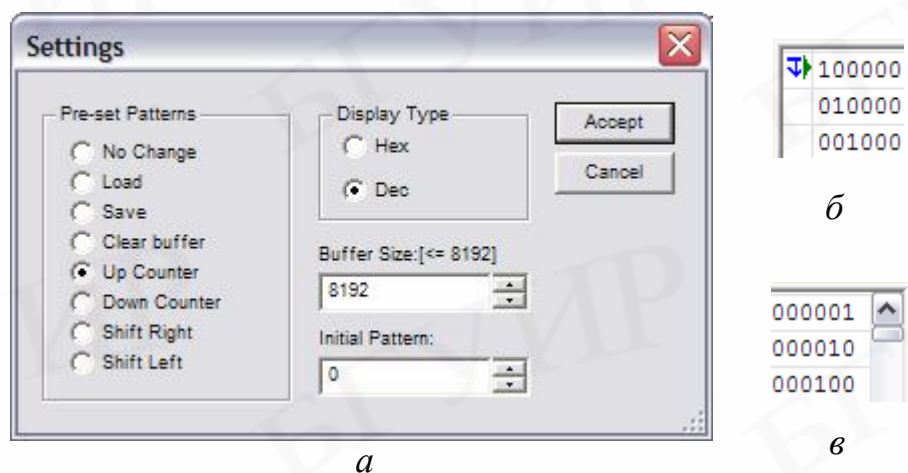

Рис. 20. Окно свойств буфера (а) и его заполнение (б, в)
При нажатии кнопки «Set» открывается диалоговое окно свойств буфера (рис. 20, а):
- Shift Right – заполнить буфер кодовыми словами, начиная с кода, указанного в поле Initial Pattern (по умолчанию 0x80000000), с последующим двоичным сдвигом вправо на 1 разряд в каждой следующей строке (рис. 20, б);
- Shift Left – заполнить буфер кодовыми словами, начиная с кода, указанного в поле Initial Pattern (по умолчанию 0x0001), с последующим двоичным сдвигом влево на 1 разряд в каждой следующей строке (рис. 20, в);